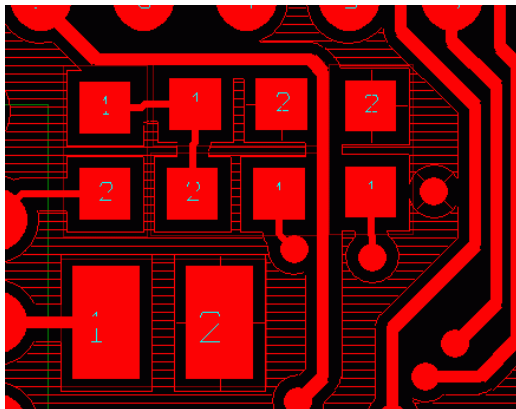

рис. 4-20
**Skeleton Display.** Упрощённое изображение зон медной заливки (рис. 4-20).